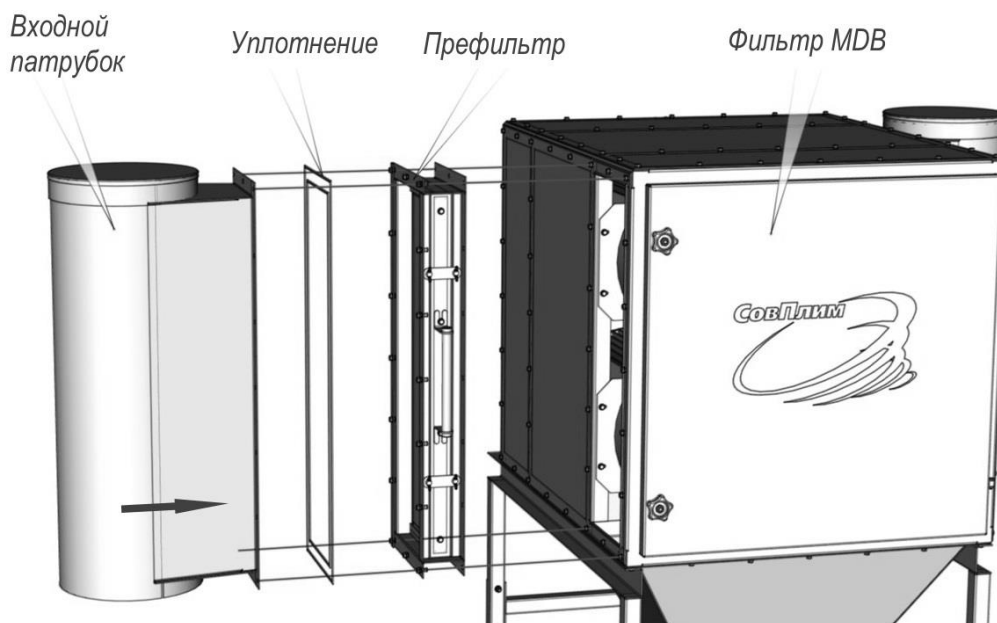

Рисунок 2
- 2) установить префильтр на входное отверстие фильтра MDB (рисунок 2) и закрепить болтами М6х16;